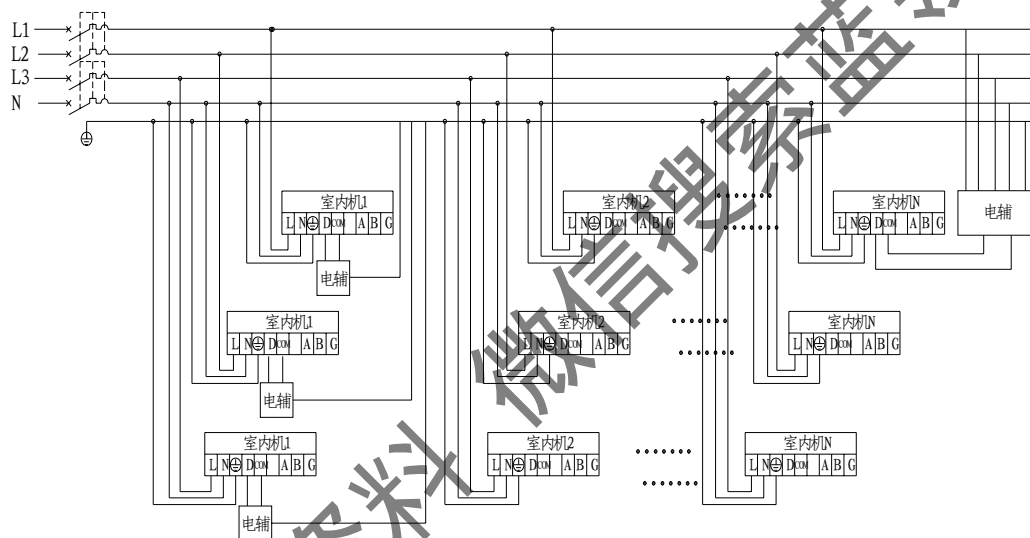

图 74：内机电源线安装示意图
- B. 根据室内机的台数,如果室内机的台数太多,或带辅助电加热时,如果都接到一相时,该相负荷太大,会造成整个电源系统三相不平衡,导致系统无法正常运行,此时应采用三相供电,每一相所接的室内机的负荷应大致相等,如图 74 所示,如果辅助电加热为三相时,辅助电加热的